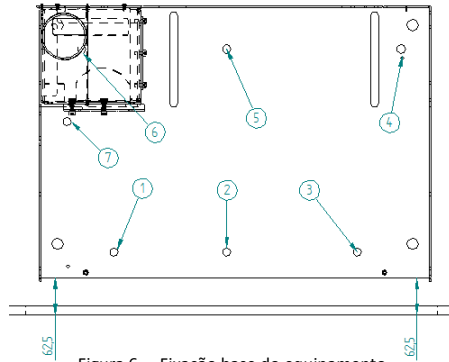

Figura 6 – Fixação base do equipamento
- Como pode observar-se na figura 6 tem de se deixar uma distância de 62,5 mm da base ao frontal da parede (tem que ficar perfeitamente paralelo).